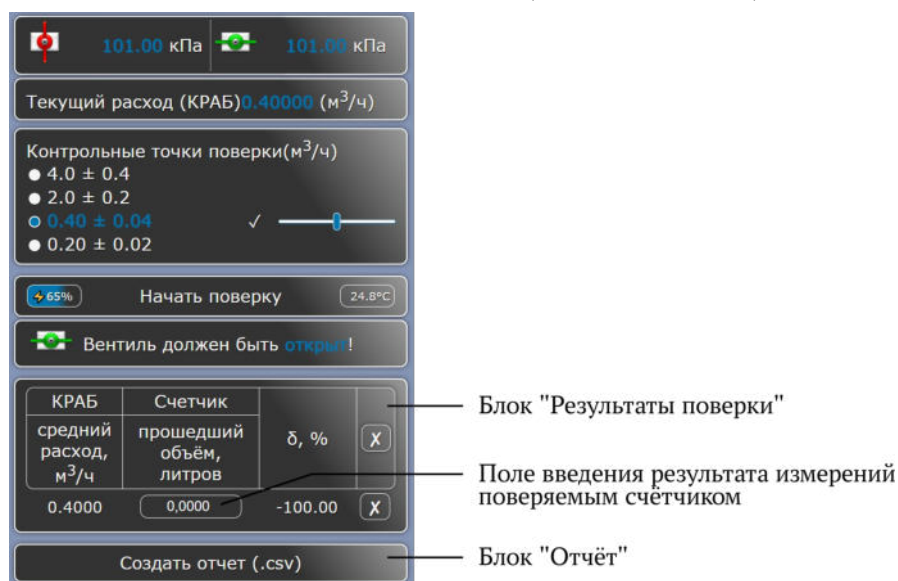

Рисунок 9 — Вид страницы ПО с результатами поверки
2.3.14 После окончания времени штатной поверки, или после принудительной остановки поверки, на странице ПО под блоком «Подсказка» появится блок «Результаты поверки», а под ним — блок «Отчёт» (см. рисунок 9).